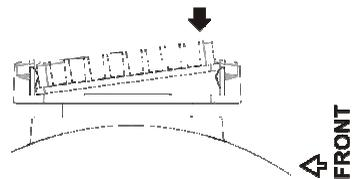

Abb. 1 Plattform- oder Platteninstallation
Installieren Sie die Plattform oder Platte, indem Sie sich in den Universalplatten-/plattformhalter einführen (Abb.1).
- 4.2. Platzieren Sie die Platte oder die optionale Plattform auf den Universalplatten-/plattformhalter und schieben Sie sie fest hinein (Abb. 1). Platzieren Sie die Röhren auf die Steckplätze der optionalen Plattform.